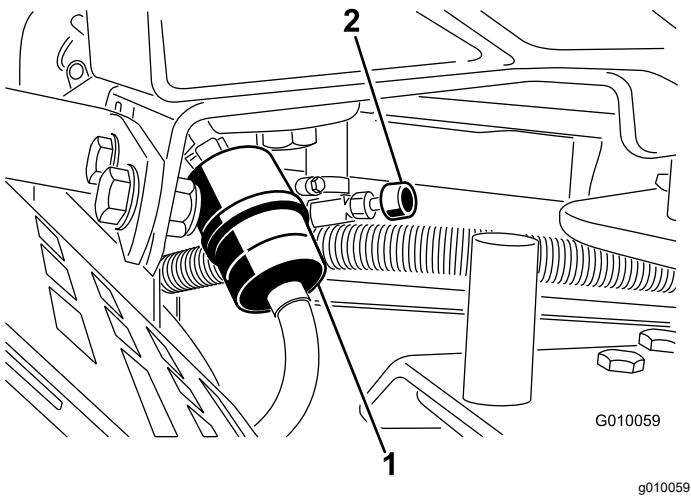

Figure 49
2. Fermez le robinet d'arrivée de carburant (Figure 49).
3. Pincez les extrémités des colliers et éloignez les colliers du filtre (Figure 49).
5. Posez un filtre neuf et rapprochez les colliers de fixation du filtre (Figure 49).
7. Ouvrez le robinet d'arrivée de carburant (Figure 49).
3. Desserrez le collier de serrage au niveau du filtre à carburant et éloignez-le du filtre en le poussant le long de la conduite d'alimentation (Figure 49).
4. Débranchez la conduite d'alimentation du filtre à carburant (Figure 49). Ouvrez le robinet d'arrivée de carburant et faites couler le carburant dans un bidon ou un bac de vidange.
5. Raccordez la conduite d'alimentation au filtre. Rapprochez le collier de serrage du filtre pour fixer la conduite d'alimentation (Figure 49).